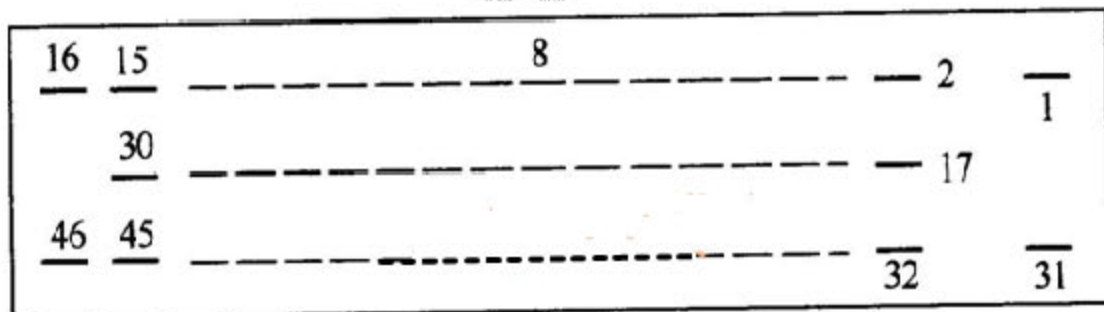

图 6-3 比亚迪 F3 ABS(德尔福系统)插头脚位示意图
1) 接车后，观察 ABS 泵的线束插头，发现上面用一个线卡子捆着，因为该插头的锁紧机构在撞车时损坏，上一家修理厂为了防止控制单元插头松脱，用线卡子将控制单元插头与 ABS 控制单元捆上，以进行固定。另外，从 ABS 泵的外壳上可以看到德尔福的英文标识“DELPHI”，由此确认该车装用的是德尔福的 ABS，找到该车的电路图，对照电路图进行检测，发现该车的 ABS 供电电源有两个引脚，一个常电源（46 脚），另一个开点火开关后有电（16 脚），用万用表检测这两个引脚的供电情况，正常，并且搭铁线（1 脚和 31 脚）也正常。从电路图上还可看出该系统的 8 脚为诊断数据线，与诊断座的 12 脚相通。用万用表测量 ABS 系统 8 脚绿 / 灰线与诊断座（12 脚）的通信线，电阻小于 1Ω ，并且该线没有对搭铁短路的现象，说明 ABS 与诊断座的连接正常。实际 ABS 插头的脚位排列示意图如图 6-3 所示。